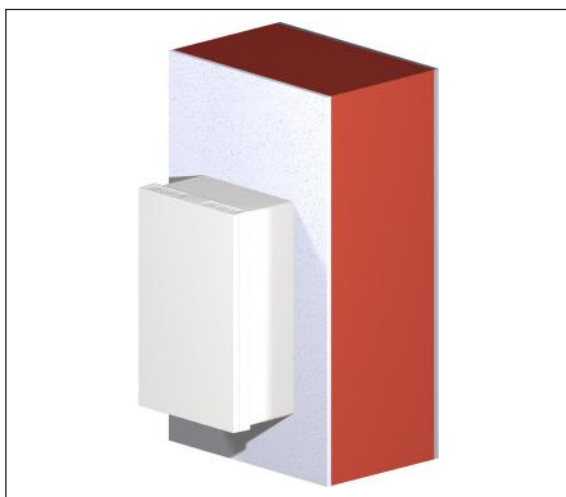

Рис. 1: настенный монтаж
- Настенный монтаж (см. рис. 1)